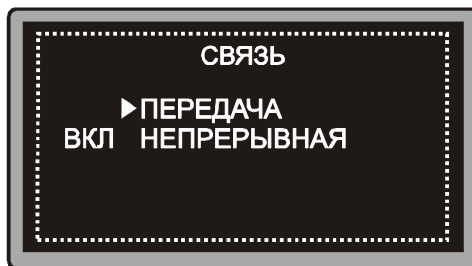

Рис. 6.18 Меню связи с персональным компьютером
**6.15.4.6** Кнопками "↑", "↓" установить курсор на строку "СВЯЗЬ" и нажать кнопку "←", при этом на дисплее дефектоскопа появится меню связи с персональным компьютером (рис. 6.18).
**6.15.5.5** Кнопками "↑", "↓" установить курсор на строку "НЕПРЕРЫВНАЯ" (рис. 6.18).
**6.15.5.10** Для отключения режима непрерывной передачи данных в меню связи с персональным компьютером (рис. 6.18) установить состояние непрерывной передачи "ВЫКЛ" – выключено.